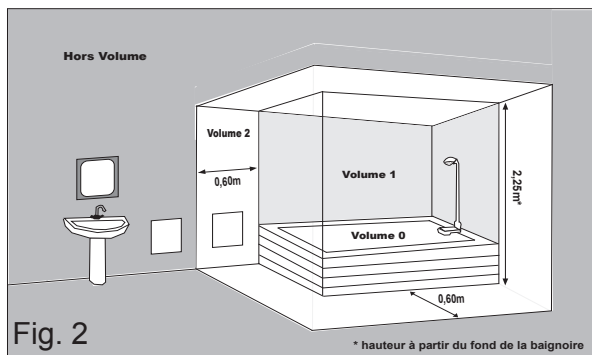

Fig. 2
- L'appareil peut être installé dans le volume 2 ou hors volume des salles d'eau (Fig. 2)
- Respecter impérativement les distances minimales d'installation au sol (C), aux parois (A,B), aux meubles (B,C), etc... (Fig. 2,3 et 5).